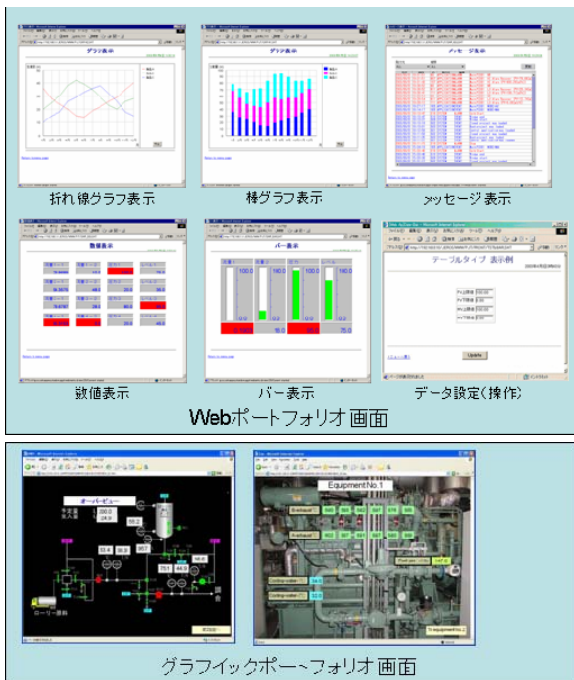

図2 InfoWellのWeb画面例
(1) 制御機能
(2) 基本部
(3) 情報処理・蓄積・発信機能
- ・ Java のプログラミングが不要な専用パッケージを準備、簡単な設定だけで活用できる。Web ブラウザでのグラフィック画面表示(図 2 参照)、表形式、グラフ形式表示や操作画面が作成でき、電子メールでの警告などが可能。さらに、設備の自律化に必須なロギング機能を搭載することが可能。
①Web アプリケーションポートフォリオ: 数値データやバー形式でのリアルタイムのデータ表示機能、トレンドデータの表示機能、折れ線や棒グラフの表示機能、発生したアラームメッセージの表示機能を持ち、さらに設定値の変更画面も Java プログラムを意識しないで作成できる(図 2)。
②グラフィックポートフォリオ: 設備のブロック図や写真などの画像ファイル(jpeg や gif など)の上に、テキスト、数値、バー表示、イメージ画像などを配置したグラフィック画面を簡単に作成することができる。ユーザは、Web ブラウザで、コントローラに接続するだけで、直感的で判りやすいグラフィカルな表示で、設備の監視ができる(図 2)。
③E-mail アプリケーションポートフォリオ: イベントやアラーム発生で、任意のメッセージをメールサーバに送信するものである。送信先アドレスは複数指定でき、通常の運転状態の通知や警報状態等を振り分けてメールを送信することができる。
④ロギングポートフォリオ: 設備や機器の制御システムの管理に不可欠なロギング機能を実現するもので、FCN/FCJ の制御アプリケーションのデータをシステムの用途に最適な各種の形式で収集